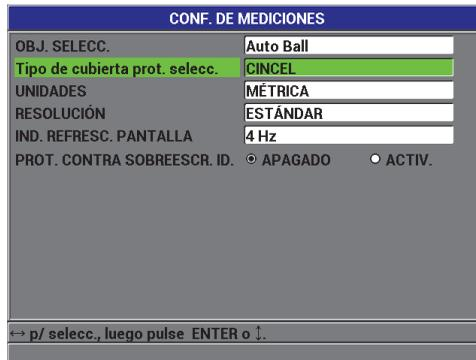

Figura 4-5 Pantalla CONFIGURACIÓN DE MEDICIONES
3. En la pantalla de **CONF. MEDICIONES** (ver la Figura 4-5 en la página 93), siga los siguientes pasos: